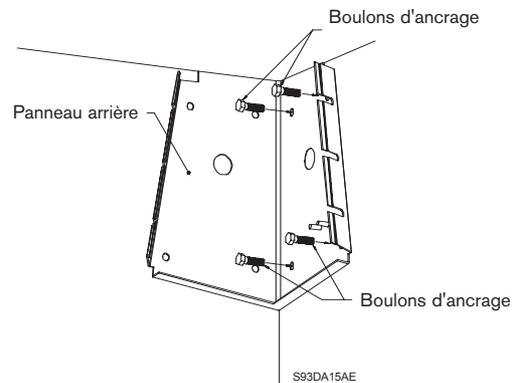

Figure 7 : montage du panneau arrière
5. Montez le panneau arrière en installant uniquement les boulons d'ancrage. Insérez les boulons de gauche, mais SANS SERRER. Voir figures 7 et 8.